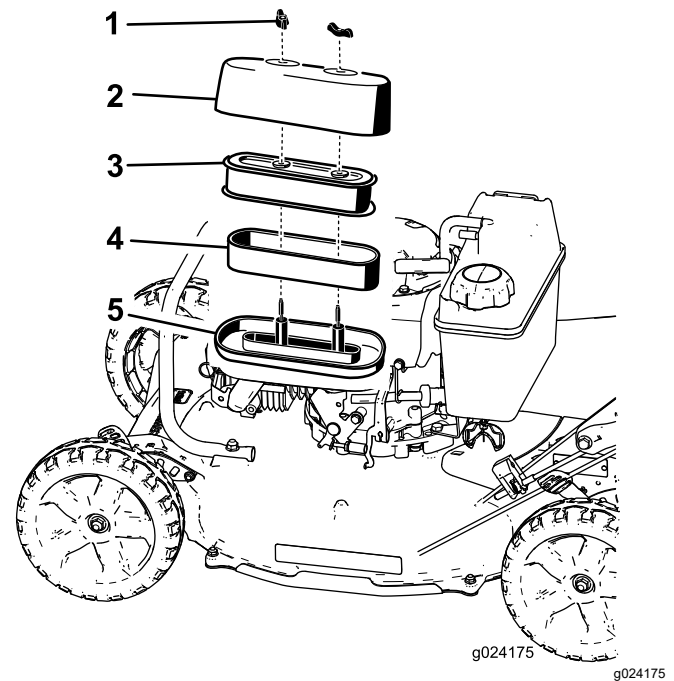

Figura 22
3. Retire las 2 tuercas que fijan la tapa (Figura 22).
5. Separe los elementos de espuma y de papel de la base del filtro de aire (Figura 22).
6. Separe el elemento de espuma del elemento de papel (Figura 22).